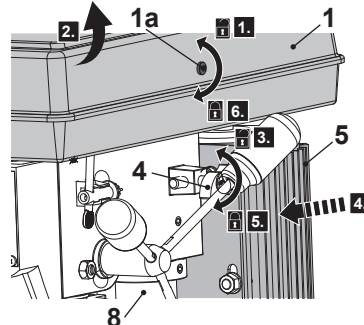

Fig. 14
1. Desaparafuse o parafuso de fixação (1a) no sentido anti horário (Fig. 14, passo 1) e abra a cobertura da polia (1) (Fig. 14, passo 2).
2. Solte o botão de bloqueio da tensão da correia (4) no sentido anti horário (Fig. 14, passo 3). Não o remova.
3. Puxe a unidade do motor (5) em direção à coluna (8) para soltar as correias (3) (Fig. 14, passo 4).
- Empurre a unidade do motor (5) afastando-a da coluna (8) para tensionar as correias (3) e depois aperte o botão de bloqueio da tensão da correia (4) no sentido horário (Fig. 14, passo 5).
- Feche a cobertura da polia (1) e aparafuse o parafuso de fixação (1a) para fixar a cobertura da polia (1) em posição (Fig. 14, passo 6).